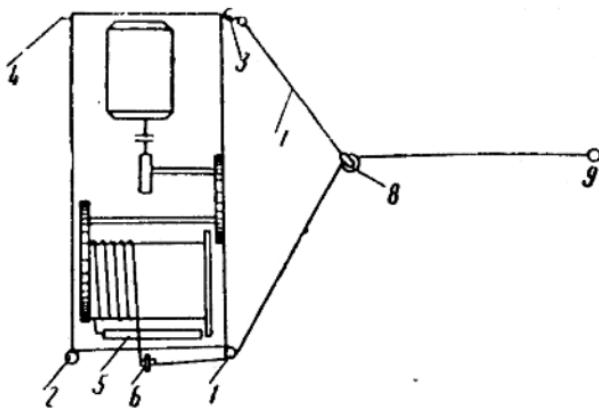

图 7 在絞車底座上增加的輔助零件
1. 在絞車底座上增加辅助零件。在絞車底座的前面两角焊上滑輪1、2，后面两角焊上铁环3、4，靠滚筒的正面底座焊接一个架輪5和滑輪6，参看图7。
2. 准备工作。把绞车移动范围内的支架处理好，底板清理平整，在移动方向的一边（即靠近工作面一边）打好固定支柱⁹，固定支柱应与底板成75度交角，倾斜方向与绞车移动方向相反。固定支柱与绞车的距离，比绞车挪移的距离大约多1.5米。在铁环³上挂一根1.1~1.2米长的绳头，这绳头的另一端带有小滑轮（图7中的8）。